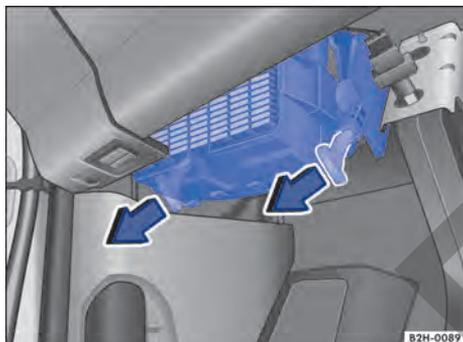

Fig. 163 Caja de fusibles debajo del tablero de instrumentos.
1. Para desbloquear la caja de fusibles, tire de las palancas de bloqueo hacia abajo, en el sentido de las flechas → fig. 163.